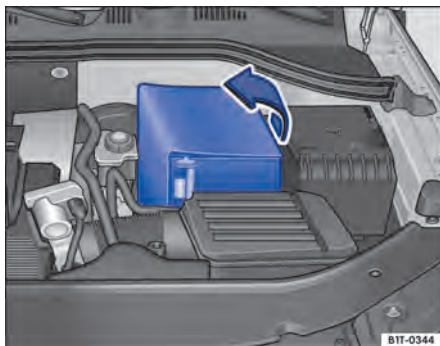

Fig. 138 No compartimento do motor: rebater a guarnição da bateria do veículo para fora.
- Rebater a cobertura no sentido da seta ⇒ Fig. 138.